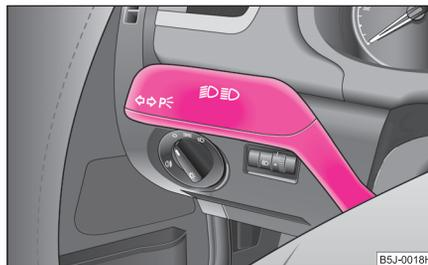

Abb. 38 Der Blinklicht-
- Drücken Sie den Fernlichthebel zum Einschalten des Fernlichts nach vorn  $\Rightarrow$  Seite 50, Abb. 38.
- Drücken Sie den Hebel nach oben bzw. nach unten ⇒ Abb. 38.